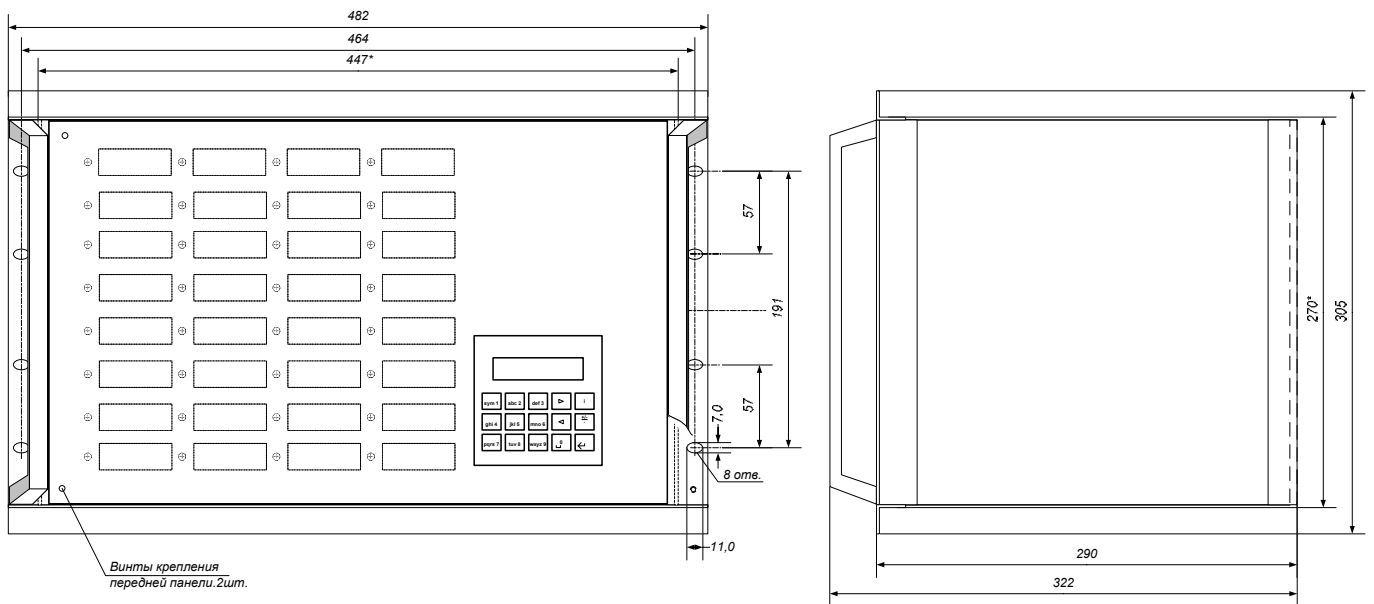

Рис. 7. Монтажные размеры устройства
6.2. Монтажные размеры устройства приведены в разделе 11 (рис. 7).